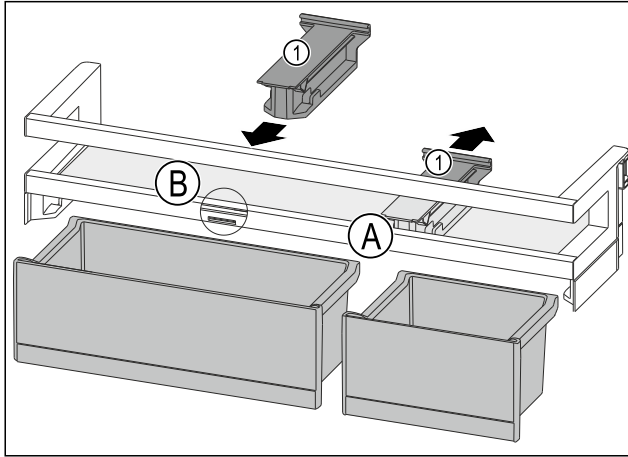

Fig. 87
- ▶ Bevestigingsdeel Fig. 87 (1) in positie Fig. 87 (A) naar achteren wegtrekken.
- ▶ Bevestigingsdeel Fig. 87 (1) in positie Fig. 87 (B) plaatsen.